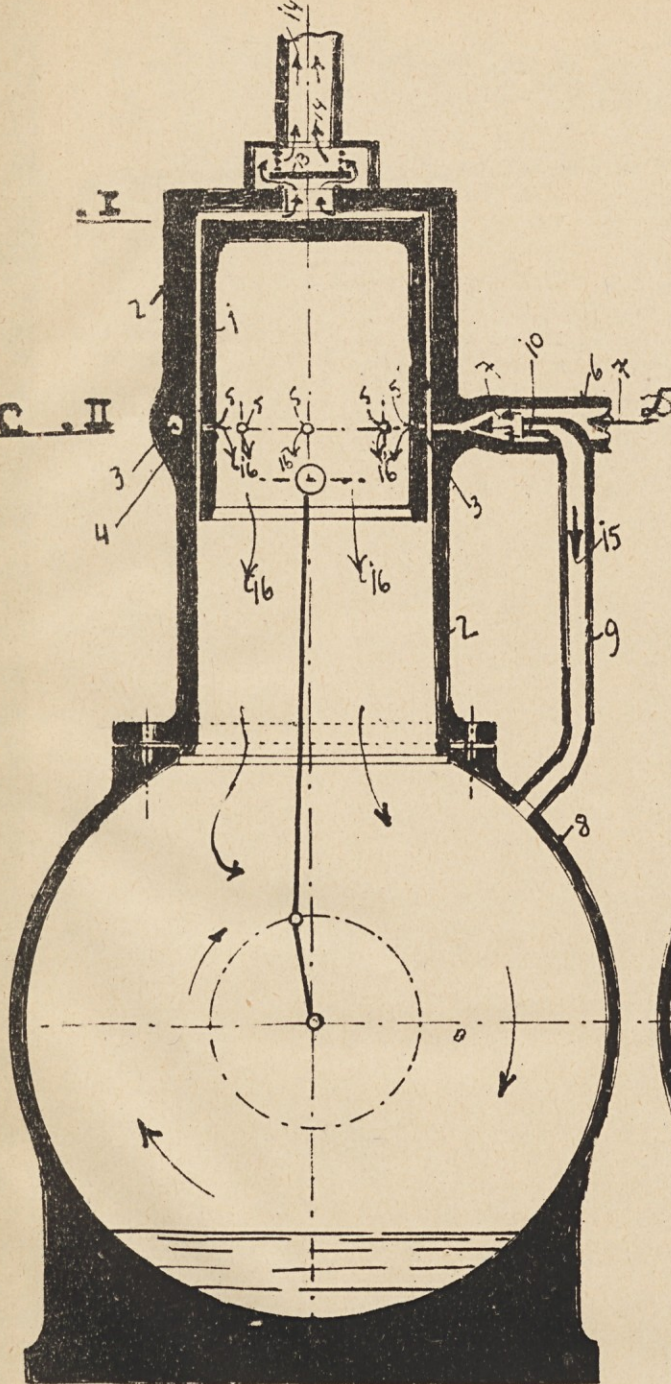
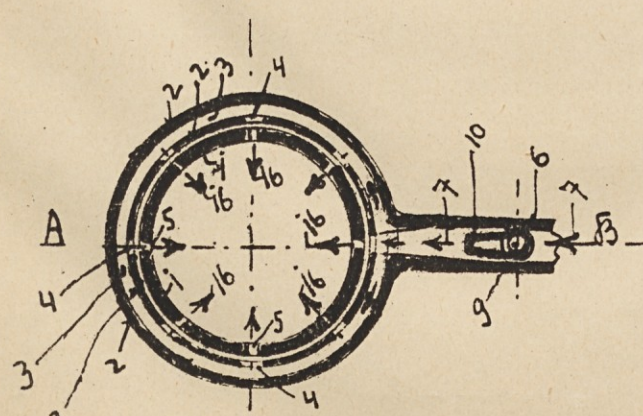

Fig. 1
Fig. 2
- Fig. 1 pokazuje uzdužni presek klipnog kompresora bez usisnog ventila po liniji A-B iz Fig. 2 i to u momentu, kada se klip 1 nalazi u gornjem mrtvom položaju I.
- Fig. 2 " horizontalni presek po liniji C-D iz Fig. 1.
Prema Fig. 1 u zidu cilindra 2 u visini donjeg mrtvog položaja II klipa 1 izrađen je beskrajni kanal 3 preseka kružnog ili ovalnog, koja se na unutrašnjem obimu cilindra 3 svršava otvorima 4.